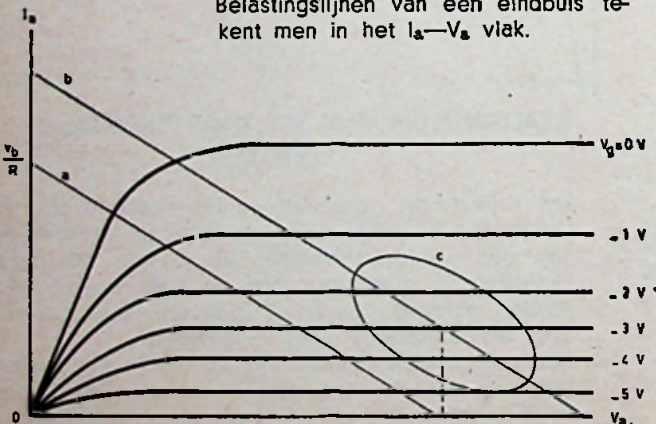

Fig. 5
- (zie fig. 5). Wanneer in de anodeketen een zuivere weerstand is opgenomen, waar doorheen ook de gelijkstroom vloeit, dan verstaat men onder de belastingslijn in het  $i_a$ - $V_a$  vlak de lijn die het verband aangeeft tussen de anodestroom en de anodespanning. In dit geval wordt dit verband gegeven door  $V_a = V_b - i_a R_a$ , waarin  $V_b$  de waarde van de voedingsspanning is, en  $i_a$  de totale anodestroom voorstelt. De grafische voorstelling van het verband tussen  $i_a$  en  $V_a$  is een rechte lijn die gaat door de punten
- (Zie fig. 5). Wanneer de weerstand via een ideale transformator is aangesloten kan het verband tussen  $V_a$  en  $i_a$  eveneens worden weergegeven door de de betrekking  $V_a = V_b - i_a R_a$ . Hierin is nu uitdrukkelijk niet de hoofdletter  $i_a$  gebruikt, doch de kleine letter  $i_a$  om aan te geven dat alleen een verandering van  $i_a$  aanleiding geeft tot een spanningsval over de getransformeerde weerstand.
- (Zie fig. 5). Wanneer de belastingsimpedantie bestaat uit een serieschakeling van een weerstand en een zelfinductie dan zal de belastingslijn niet meer een rechte lijn zijn. Dit is als volgt in te zien.
1. De hoogspanningsvoeding van de tuner is niet veranderd. Ook de weerstand R2 (fig. 5 handleiding v. bouw v. de super) hoeft niet te worden vervangen.